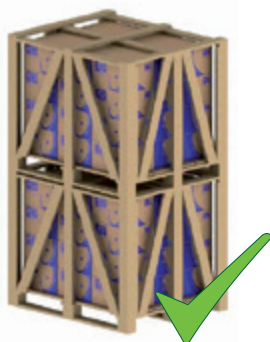
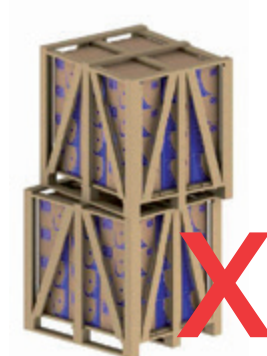

Figura 5.1 - Apilamiento adecuado
Figura 5.2 - Apilamiento inadecuado
- 2) Posicione correctamente un embalaje sobre el otro (ver Figura 5.1 y Figura 5.2);